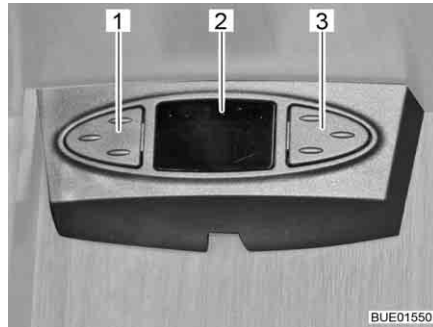

Fig. 29 Mouse satellitare
A seconda del modello l'impianto satellitare è equipaggiato con un mouse satellitare. Il puntatore (Fig. 29,2) del mouse satellitare indica il canale impostato. I due tasti permettono di controllare le funzioni base dell'impianto satellitare (cambio emittente, accensione/spegnimento).
- Selezionare l'emittente precedente dall'elenco delle emittenti: Premere il tasto di sinistra (Fig. 29,1).
- Selezionare l'emittente successiva dall'elenco delle emittenti: Premere il tasto di destra (Fig. 29,3).
- Passaggio tra radio e TV: Premere brevemente e contemporaneamente i tasti (Fig. 29,1 e Fig. 29,3).
- Accensione/spegnimento del ricevitore: Premere contemporaneamente e tenere premuti i tasti (Fig. 29,1 e Fig. 29,3).